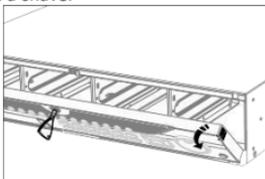

Figure 2-8 Abrir o Painel Frontal
Step 2 Use a chave fornecida para destrancar o painel frontal e pressione os botões em ambos os lados para o abrir. Consulte Figure 2-8.